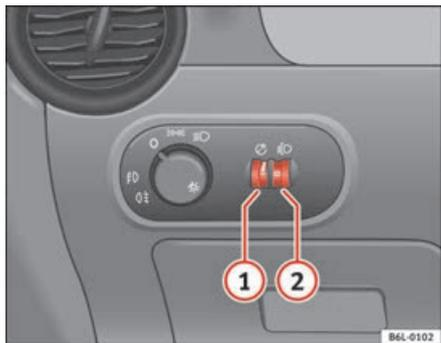

Fig. 58 Plancia portastrumenti: regolatori dell'intensità di illuminazione degli strumenti e degli interruttori e regolatore assetto fari
Quando le luci sono accese è possibile regolare l'intensità di illuminazione degli strumenti e degli interruttori servendosi della rotella zigrinata ⇒ fig. 58 ①.